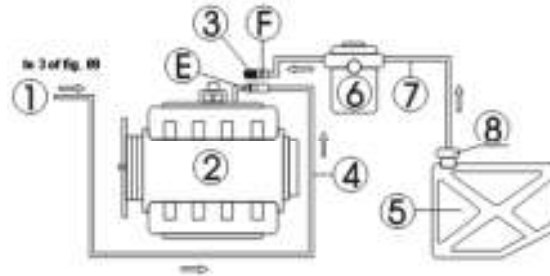

Fig.10
1. Desconecte las mangueras de suministro de combustible (E, F) del sistema de combustible del motor y elija un conector adecuado y conéctelo al extremo E. Vuelva a conectar la manguera de salida de combustible de la unidad y deje la manguera de retorno de combustible colgando. Véase la Fig. 10.
2. Tapar el otro extremo desconectado (F) con un tapón adecuado, (usar cuando la bomba de combustible tiene la función de retorno de combustible solamente) o quitar el fusible de la bomba de combustible o desconectar el cable de alimentación de la bomba de combustible.